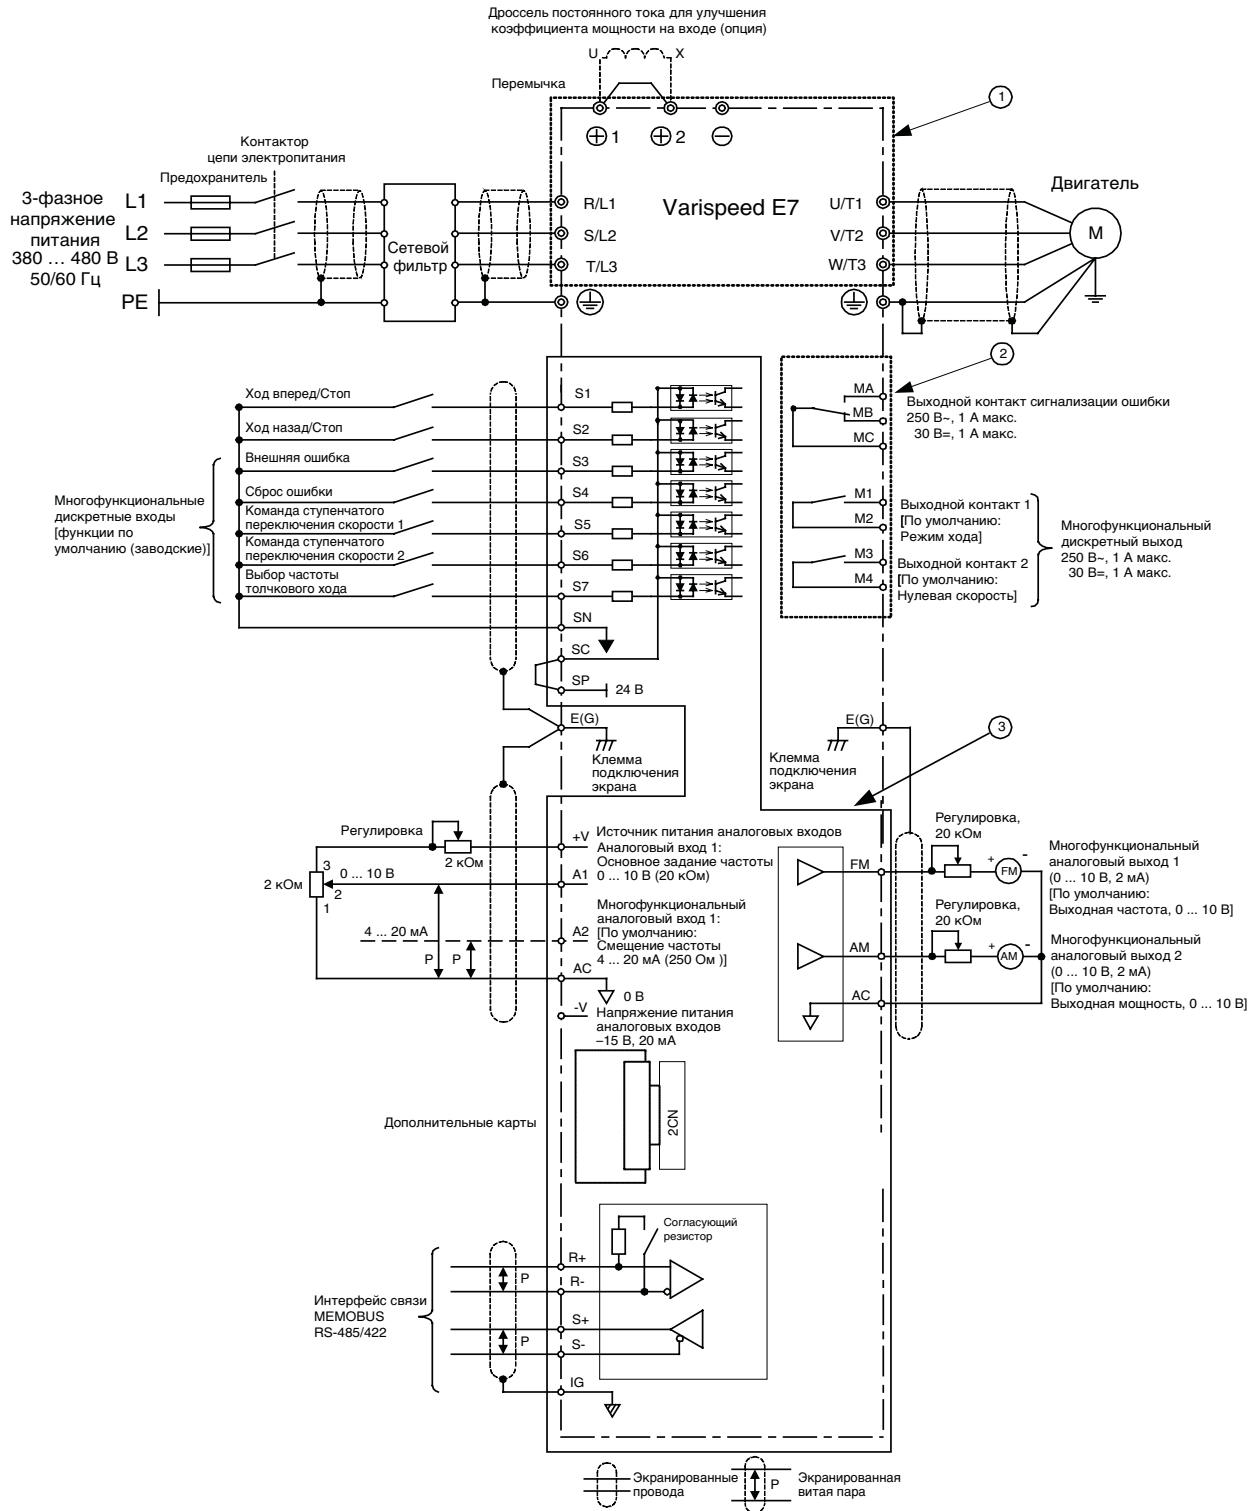

Рис. 4 Схема подключения инвертора
1. Подключение цепей дискретных входов S1 ... S7 на Рис. 4 показано для случая, когда источником сигналов являются механические контакты или транзисторы NPN-типа (общий 0 В, отрицательная логика). Такая схема выбрана по умолчанию. Подключение транзисторов PNP-типа и использование внешнего источника питания 24 В описано в Таблица 3.